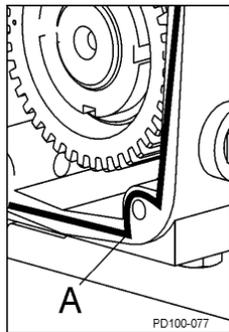

Ilustración 66 Posición del sellador
3. Aplique sellador de silicona en la parte trasera de la caja de engranajes. (Puede utilizar cinta selladora Gore-Tex® en modelos sin silicona). Coloque cinta en la parte interior de los orificios para tornillos. (Ilustración 66, elemento A).